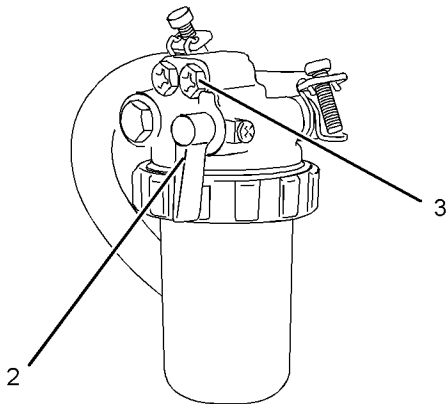
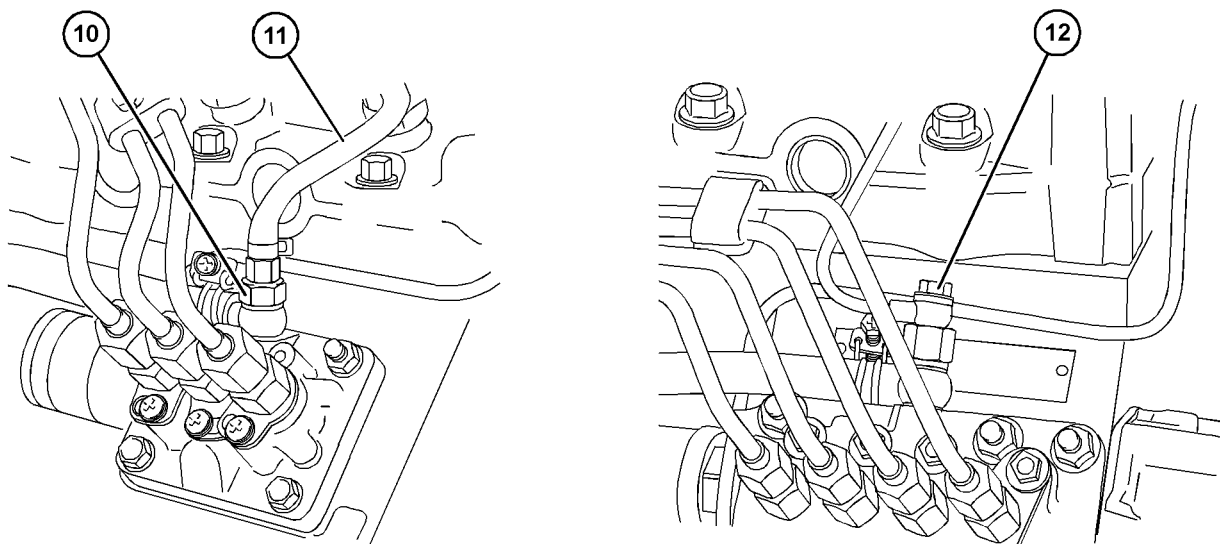

Abbildung 59
Abbildung 63
1. Sicherstellen, dass sich das Kraftstoffventil (2) für den Kraftstofffilter mit einem Einsatz in der Stellung ON (EIN) befindet. Siehe Abbildung 59 .
3. Die handbetätigte Entlüftungspumpe (6) betätigen. Wenn Kraftstoff ohne Luft aus der Entlüftungsschraube austritt, die Entlüftungsschraube anziehen.
4. Den Anschluss (10 oder 12) an der Kraftstoffeinspritzpumpe lösen. Siehe Abbildung 63 .
3. Die Leitungsentlüftungspumpe (7) betätigen. Wenn Kraftstoff ohne Luft aus der Entlüftungsschraube austritt, die Entlüftungsschraube anziehen.
3. Die elektrische Entlüftungspumpe (8) in Betrieb nehmen. Wenn Kraftstoff ohne Luft aus der Entlüftungsschraube austritt, die Entlüftungsschraube anziehen. Die elektrische Entlüftungspumpe ausschalten.
3. Die Kraftstoffförderpumpe (9) betreiben. Wenn Kraftstoff ohne Luft aus der Entlüftungsschraube austritt, die Entlüftungsschraube anziehen. Die Kraftstoffförderpumpe stoppen.
4. Den Anschluss (10 oder 12) an der Kraftstoffeinspritzpumpe lösen. Siehe Abbildung 63.